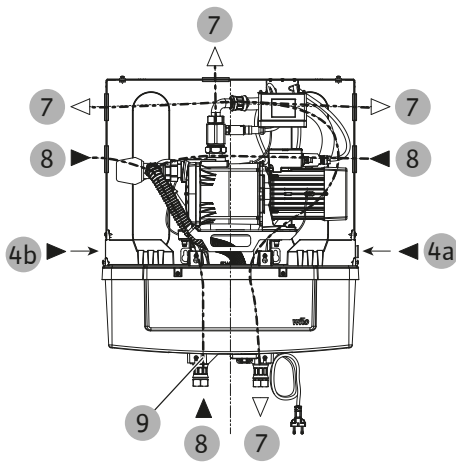

Fig. 14: Hydraulische Anschlüsse
- Anschluss für Brauchwasserverteilung (G 1" Überwurfmutter) (Fig. 14, Pos. 7).
- Leitungswasserrohr (G 3/4") (Fig. 14, Pos. 4 bzw. Kapitel Leitungswasseranschluss drehen [► 25] Pos. 4a oder 4b)
Es wird dringend eine Verbindung mit einem flexiblen Schlauch in Verbindung mit einer Absperrarmatur empfohlen. Die Verbindung zum Nachspeiseventil (Fig. 14, Pos. 4) sollte flachdichtend und mittels Überwurfmutter erfolgen.
- Saugleitung von der Zisterne (G 1" Überwurfmutter) (Fig. 14, Pos. 8)
- Überlaufanschluss (Fig. 14, Pos. 9) für kleine Leckagen mit Überlaufschlauch (bauseits, Ø 19–21 mm Innendurchmesser) (Fig. 2, Pos. 29) verbinden
Der Leitungswasserzulauf (Fig. 1, Pos. 4) ist serienmäßig an der rechten Seite (Fig. 14, Pos. 4a) des Nachspeisebehälters montiert. Zur Erleichterung der Installation ist der Wechsel zur linken Seite (Fig. 14, Pos. 4b) möglich.